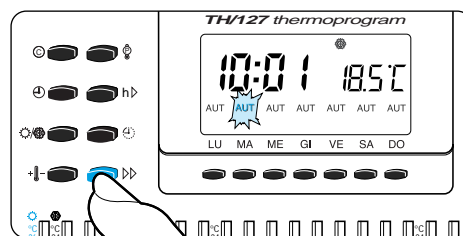

Fig. 17
5.7 - Premere il pulsante **h** sino a raggiungere il giorno in corso (fig. 17).